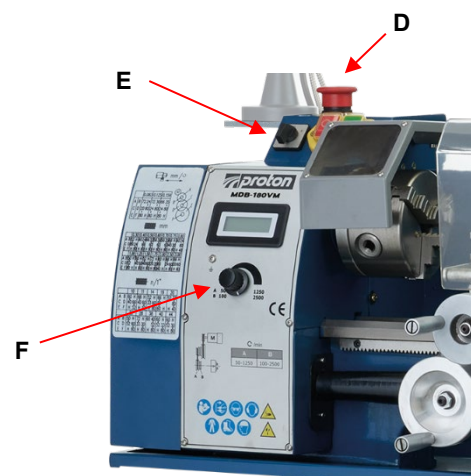

Fig. 9
1. Interrupteur d'urgence MARCHE/ARRÊT (D, Fig. 9)
2. Commutateur (E, Fig. 9)
3. Interrupteur de réglage de la vitesse (F, Fig. 9)